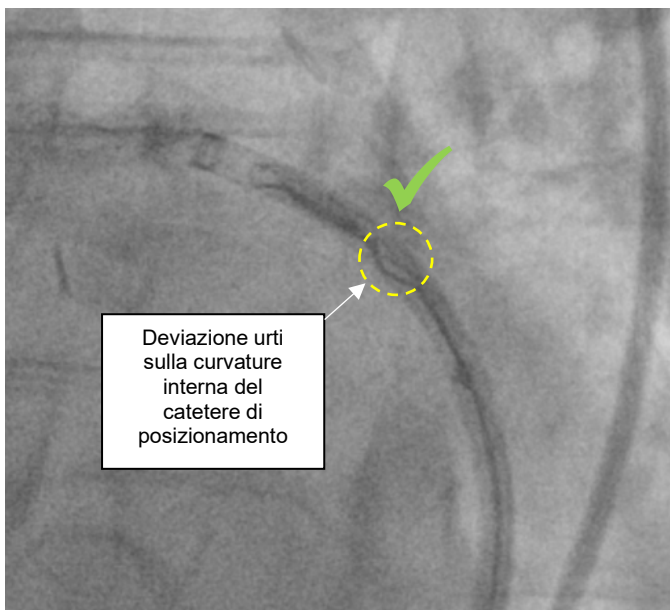
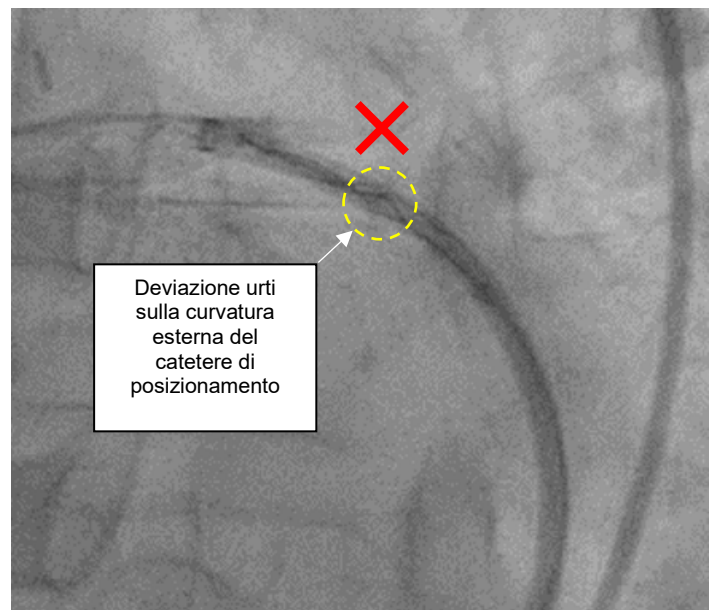

Figura 11a: Orientamento dell'ancoraggio distale corretto
Figura 11b: Orientamento dell'ancoraggio distale non corretto
- f. Avvalendosi della fluoroscopia (e/o della cinefluoroscopia), confermare il corretto orientamento dell'ancoraggio distale prima di sguainarlo dal catetere di posizionamento. La sporgenza di diversione deve trovarsi più vicina alla curvatura interna del catetere di posizionamento ed essere orientata verso di essa (Figura 11a). Se la sporgenza di diversione si trova più vicina alla curvatura esterna del catetere di posizionamento ed è orientata verso di essa (Figura 11b), l'orientamento dell'ancoraggio distale è errato. In questo caso, interrompere la procedura e non ritirare il catetere di posizionamento per sguainare e applicare l'ancoraggio distale erroneamente orientato nel lume venoso.